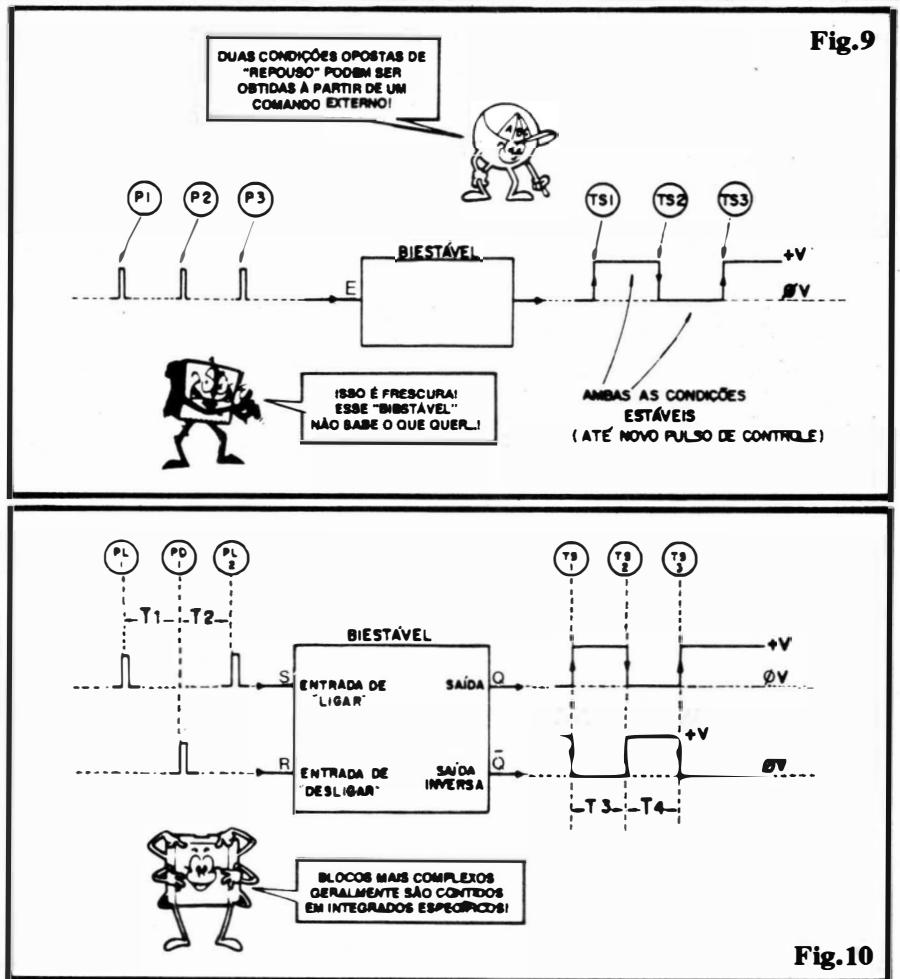

Fig.10
- FIG. 10 - TIPOS MAIS COMPLEXOS DE BIESTÁVEIS - Os blocos operacionais digitais tipo BIESTÁVEL também podem ser feitos com **duas Entradas** (uma usada para "ligar" - SET - a Saída, e outra para "desligar" - RESET - a dita Saída...) e **duas Saídas** (uma "normal" e uma "inversa" ou complementar...). O diagrama mostra o comportamento de um BIESTÁVEL desse gênero. Observem inicialmente que a Saída "normal" é normalmente codificada como "Q", enquanto que a Saída complementar é chamada de " \bar{Q} "... Esse tracinho aí, em cima do "Q", e o indicador de "não" ou de inverso" (em termos de estado digital...). Isso indica que estando "Q" alto, " \bar{Q} " estará baixo e vice-versa, sendo absolutamente impossível, num bloco desse tipo, que as Saídas Q e \bar{Q} apresentem, **simultaneamente**, estados baixos, ou que ambas, ao mesmo tempo, fiquem altas... Quanto às Entradas, enquanto um pulso no controle "S" (set) ocasiona uma primeira transição (TS1) na Saída, outro pulso, fornecido à Entrada "R" (reset) é capaz de "retornar" a Saída ao seu estado natural ou inicial... Isso significa que, se uma série de pulsos de comando for aplicada **apenas** à Entrada de "Ligar", o único efeito obtido na Saída será a **primeira transição** (TS1), já que um "retorno" da Saída, ou uma **segunda transição** (TS2) **apenas** pode ser obtido quando um pulso for aplicado à Entrada de "Desligar" (R). Esse "modelo" mais complexo de BIESTÁVEL é também muito utilizado nos arranjos digitais (veremos, no futuro...). Existem muitos outros "modelos" de BIESTÁVEIS, que constituem (como já dissemos), o bloco digital "mãe" de tudo quanto é circuito de computação e correlatos... Notem que um 555 **pode**, sob determinado arranjo circuitual externo, atuar com uma Entrada